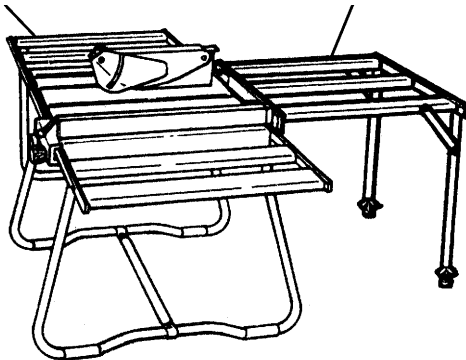

図 6
## ② 延長テーブルセット(図6)(コード番号 303784)
## ③ リヤテーブルセット(図6)(コード番号 991238)